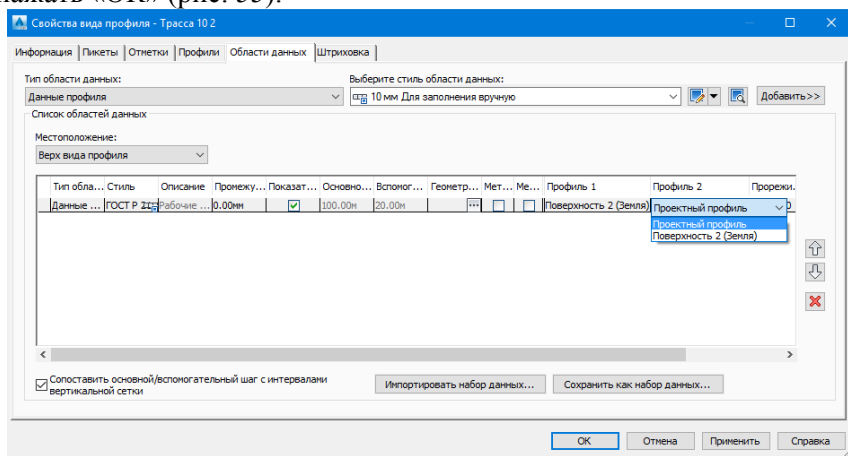

Рис. 55. Редактирование местоположения вида профиля и его значений
8. Для изменения значений рабочих отметок в «Области данных» следует изменить «Низ вида профиля» на «Верх вида профиля» и указать, что профилем 2 является проектный, после чего нажать «ОК» (рис. 55).